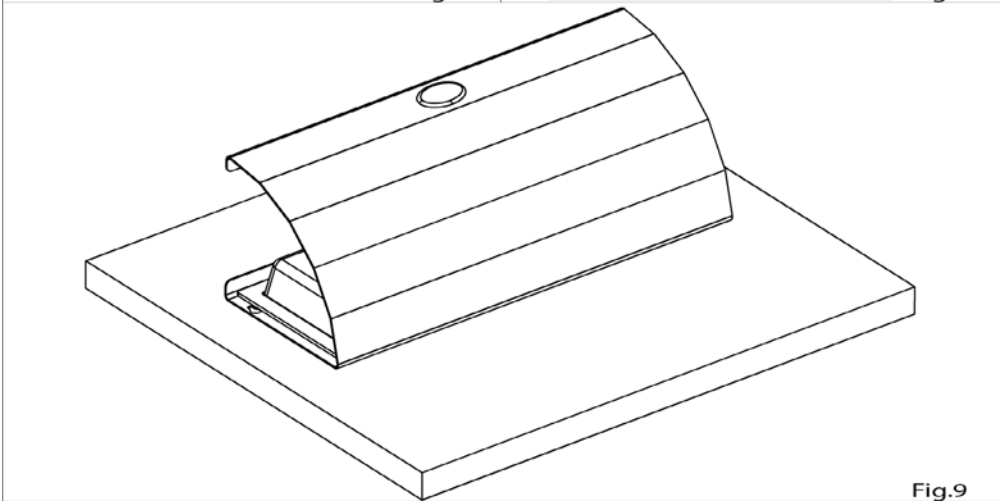

Fig.9
- Das Art.701 lässt sich auf flachen Oberflächen installieren (Abb. 9). Eine Steckdose muss sich in der Nähe befinden.